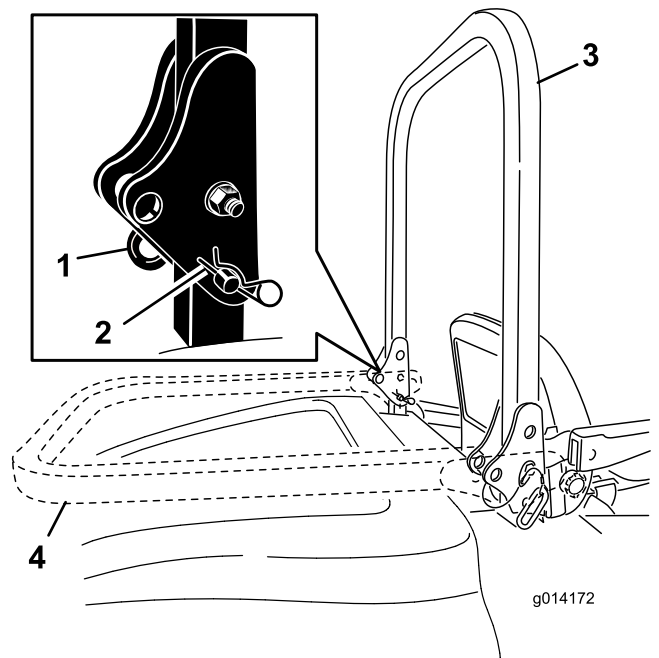

Bild 18
1. Nehmen Sie zum Absenken des Überrollbügels die Splints ab, drücken Sie den Überrollbügel nach vorne gegen die Federn und nehmen Sie die zwei Stifte ab (Bild 18).
2. Senken Sie den Überrollbügel ab (Bild 18).
3. Setzen Sie die zwei Stifte ein und befestigen sie mit den zwei Splints (Bild 18).
4. Nehmen Sie zum Aufrichten des Überrollbügels die Splints ab und entfernen Sie die beiden Stifte (Bild 18).
5. Richten Sie den Überrollbügel ganz auf und setzen zwei Stifte ein. Befestigen Sie die Stifte mit den Splints (Bild 18).